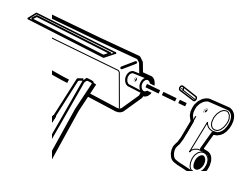

FIG. 5
- Install the two vise cranks (F) and secure them by driving the pins (N) through the holes in the cranks and the vise screws. (Align the holes in the vise cranks with the holes in the vise screws and strike the pins sharply with a steel hammer until they are flush with the sides of the vise cranks.) See Figure 5.
- Insérer les deux manivelles d'étau (F) et les fixer en enfonçant les chevilles (N) dans les trous des manivelles et des vis d'étau. (Aligner les trous des manivelles sur ceux des vis et enfoncer les chevilles à l'aide d'un marteau en acier jusqu'à ce qu'elles affleurent le bord des manivelles.) Voir la figure 5.